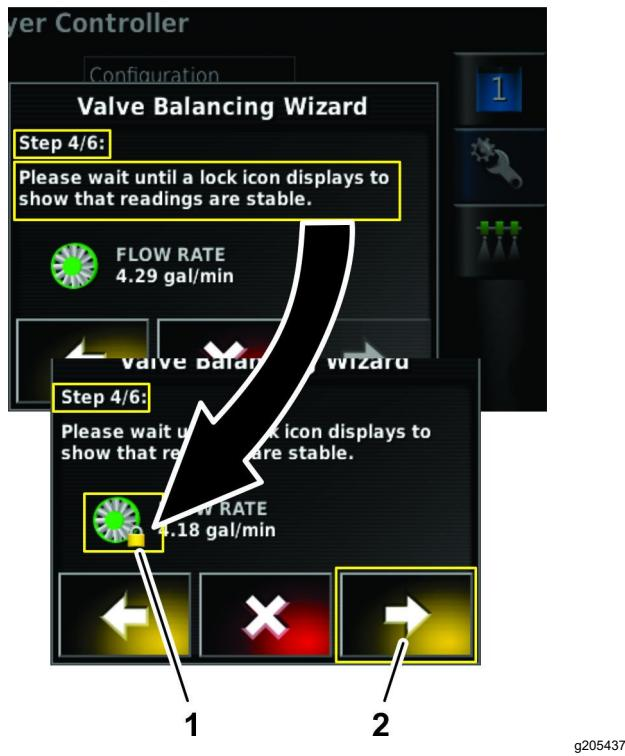

Figure 143
4. À l'étape 4 de l'assistant d'équilibrage des vannes, attendez que le débit du système se stabilise et que l'icône de blocage s'affiche dans la boîte de dialogue (Figure 143).
5. Appuyez sur l'icône Suivant (Figure 143).